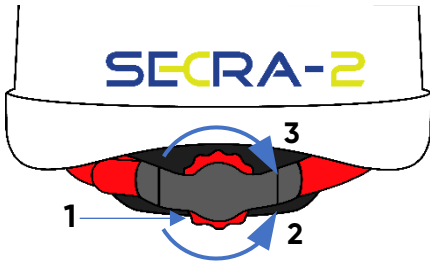

Fig. 1
Der Helm verfügt über eine stufenweise Einstellung des Kopfumfangs alle 1 mm im Bereich von 53 cm bis 63 cm. Nach dem Aufsetzen des Helms, ist er auf den Kopfumfang einzustellen, indem den Reglerknopf (1), der hinter angebracht wird, gedreht wird (Fig. 1). Drehen nach links (2) ermöglicht es, das Reglerband zu lösen und Drehen nach rechts (3) ermöglicht es, das Reglerband festzuziehen.